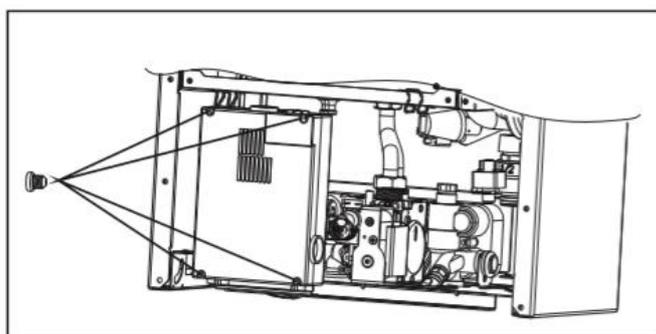

Рис. 12
- открутить 4 винта в передней части панели управления (рис.12)